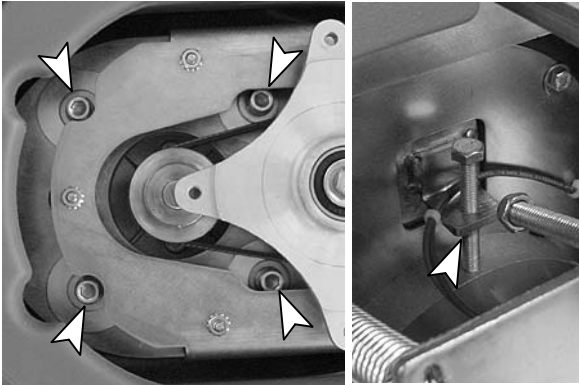

ABB. 14
- Lösen Sie die vier Befestigungsschrauben und die Gegenmutter des Einstellbolzens (Abbildung 14).